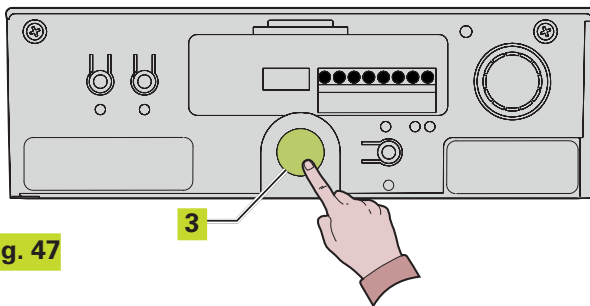
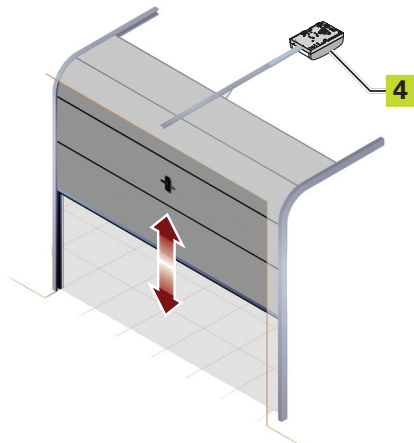

Fig. 47
Fig. 48
- 1) Envoyer la 1ère commande OPEN: l'opérateur effectue une fermeture ralentie jusqu'à la détection de la butée. (Fig. 47 réf. ③ et Fig. 48 réf. ④)
- 2) Envoyer la 2e commande OPEN: l'opérateur continue avec un actionnement d'ouverture. (Fig. 47 réf. ③ et Fig. 48 réf. ④)
- 3) Envoyer la 3e commande OPEN pour définir le point où l'on souhaite commencer le ralentissement. (Fig. 47 réf. ③ et Fig. 48 réf. ④)
- 4) Envoyer la 4e commande OPEN pour définir le point d'arrêt en ouverture, ou bien attendre que l'automatisme détecte l'arrivée sur la butée. À la suite de l'arrêt commence le comptage du temps durant lequel l'automatisme reste ouvert. C'est le temps de pause qui sera respecté lors du fonctionnement normal (maximum 3 minutes). (Fig. 47 réf. ③ et Fig. 48 réf. ④)
- 5) Envoyer la 5e commande OPEN: le comptage du temps de pause s'arrête et le mouvement de fermeture commence. (Fig. 47 réf. ③ et Fig. 48 réf. ④)
- 6) Envoyer la 6e commande OPEN pour définir le point où l'on souhaite commencer le ralentissement. (Fig. 47 réf. ③ et Fig. 48 réf. ④)
- 7) Attendre que la porte atteigne la butée et que l'opérateur s'arrête. (Fig. 48 réf. ④)